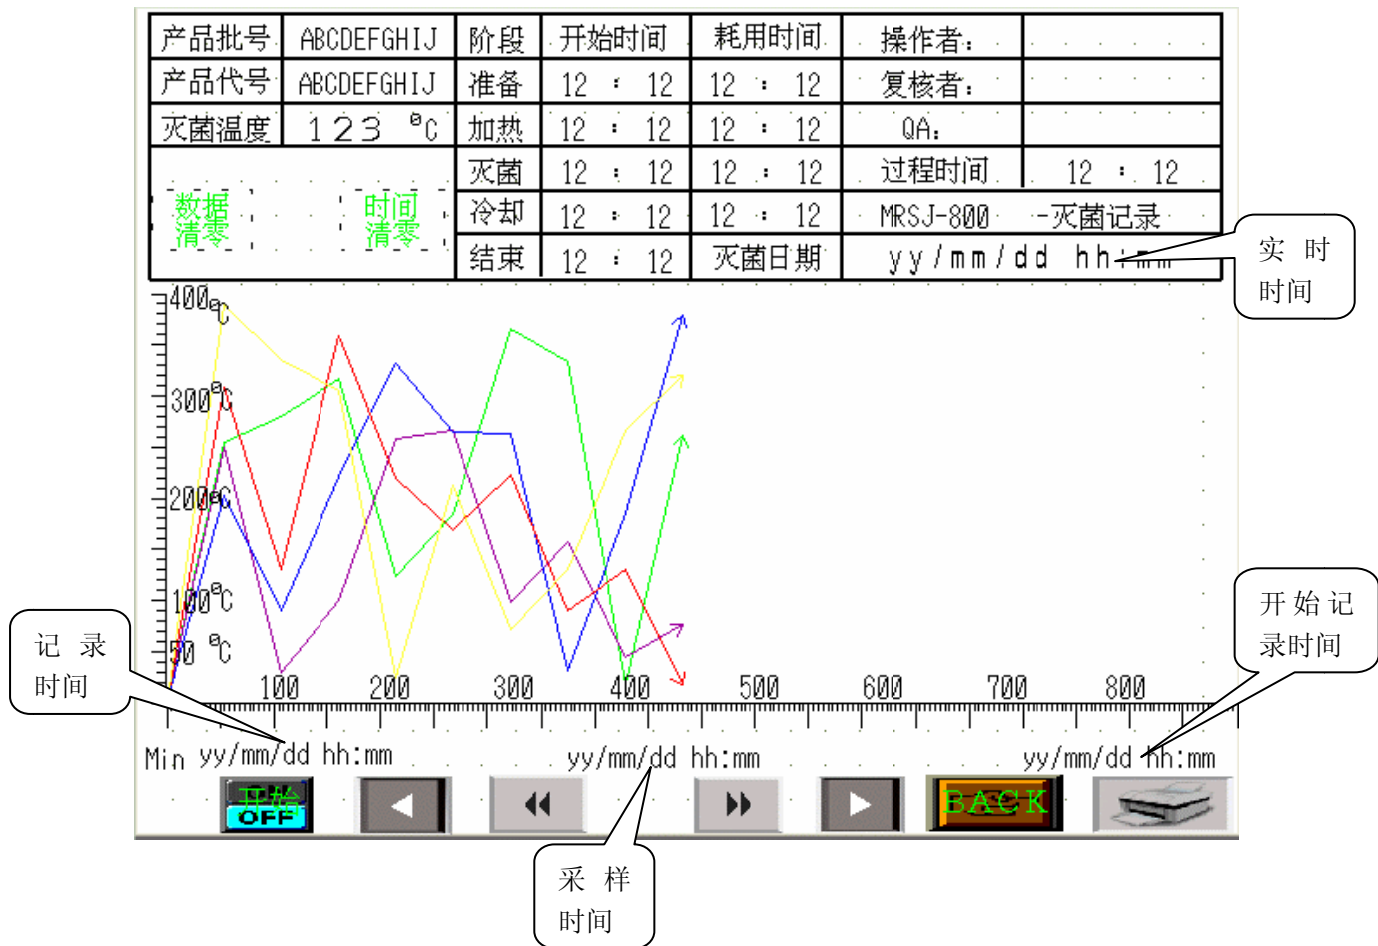

图 4-14 “温度曲线”画面（1）
* 分别触摸“初始”键、“选择”键、“调整”键、“工艺”键、“参数”键、“记录”键、“曲线”键和“报警”键；画面则切换到各相应的画面。如触摸“曲线”键，画面则切换到“温度曲线”画面（见图 4-14）。
(见图 4-14、4-15、4-16)